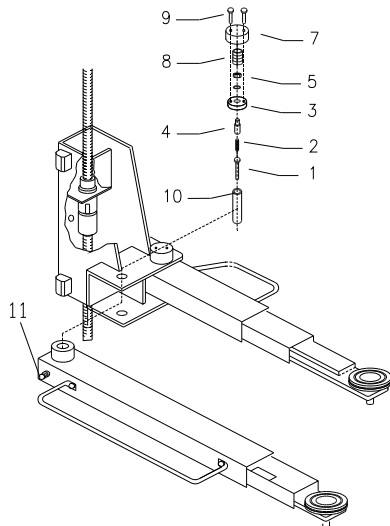

Fig.27
3. Monteer pen 10 (Fig.27) in de draagarm, zorg dat het borggat in pen 10 voor het gat in de zijkant van de hefarm valt (Fig.28).
5. Draai de blokkeerbouten 11 (Fig.27) zover uit dat de draagarmen in de weggedraaide stand haaks op de heftafel en dus in het verlengde van de draagpoten van het grondframe staan. Borg de bouten nu met de borgmoer. (Alleen lange armen). Dit is de maximale wegdraaiestand van de draagarmen.
6. Plaats nu pen 1 (Fig.27) in de draagarmen (Fig.30). Plaats de veer 2 (Fig.27) Smeer alles in met vet.
7. Bevestig pen 4 aan de schotel 3 met de moer 5 en de ring (Fig.27 + Fig.31). Draai de moer niet geheel vast. Laat tussen de moer en ring en de schotel 1 mm ruimte over. Borg de moer dmv. Borgvloei-stof.
8. Plaats nu de schotel met pen en daarna veer 8 en kap 7 en zet deze vast met 2x bout 9 (Fig.27).
11. In de onderste stand moeten de opname-armen vrij kunnen draaien, doordat de pennen 1 (Fig.27) op het basisframe worden ingedrukt.